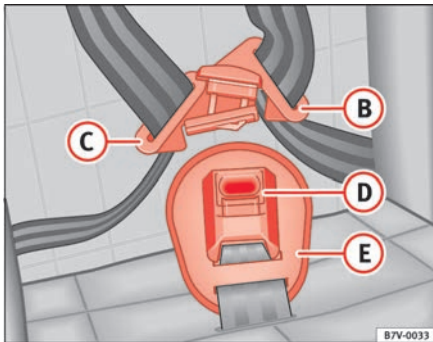
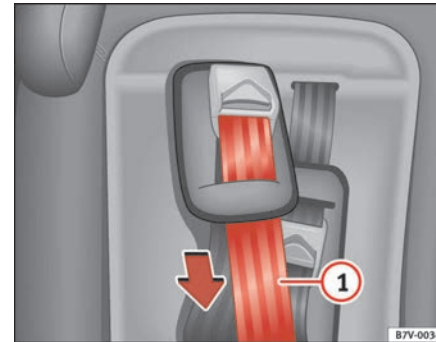

Abb. 37 Ausschnitt vom integrierten Kindersitz: Hosenträgerschloß
Abb. 38 Ausschnitt vom integrierten Kindersitz: Hosenträgerverstellung
- Schieben Sie das Gurtschloßteil ⇒ Abb. 37 (B) mit der Zunge durch das andere Schloßteil (C).
- Stecken Sie beide Teile mit der Zunge voran in das Gurtschloß (D), bis es hörbar einrastet (**Zugprobe!**).
- Achten Sie darauf, dass sich das Schutzpolster (E) immer unter dem Gurtschloß (D) befindet.
- Ziehen Sie den oberen Teil des Hosenträgergurtes ⇒ Abb. 38 (1) in Pfeilrichtung nach unten, bis der Gurt fest am Körper des Kindes anliegt. ▶